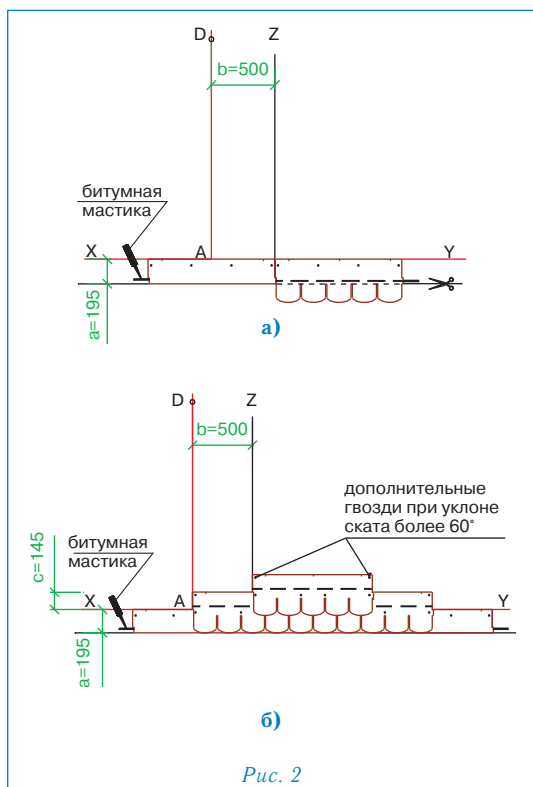

Рис. 2
Укладка материала (рис. 2)
- Начальный ряд формируется из листов черепицы ПРЕСТИЖ ТРАДИШНЛ, обрезанных по линии, образованной конечными точками вырезов. Полученные таким образом полосы шириной 19,5 см укладываются по линии карниза в обе стороны от линии Z (рис. 2а) и фиксируются по нижнему краю битумной мастикой, а по верхней кромке 4 гвоздями (ось гвоздей на 5 см ниже верхнего края полосы);
- далее первый ряд черепицы укладывается от линии AD (рис. 2б);
- второй ряд укладывается от линии Z (со смещением 50 см от AD) (рис. 2б);
Каждый лист черепицы ПРЕСТИЖ ТРАДИШНЛ крепится 4 гвоздями таким образом, чтобы гвоздь прошивал и верхний край нижележащего листа черепицы (рис. 2б). При укладке материала на скатах с уклоном более 60 градусов лист должен крепиться 6 гвоздями (2 дополнительных гвоздя фиксируют верхние углы листа на расстоянии от краев 2,5 см).